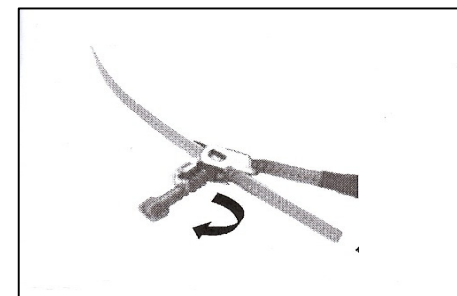

Fig.1
- Öffnen Sie den Verschluss, das Ende des Spannbandes lässt sich jetzt hindurchziehen. (Fig.1)
- Open the lock, the clamp's end can now easily be pulled through. (Fig.1)